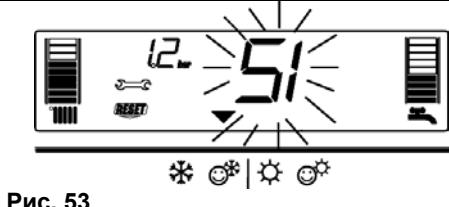

Рис. 53
3) Отображаются символы и (рис. 53)